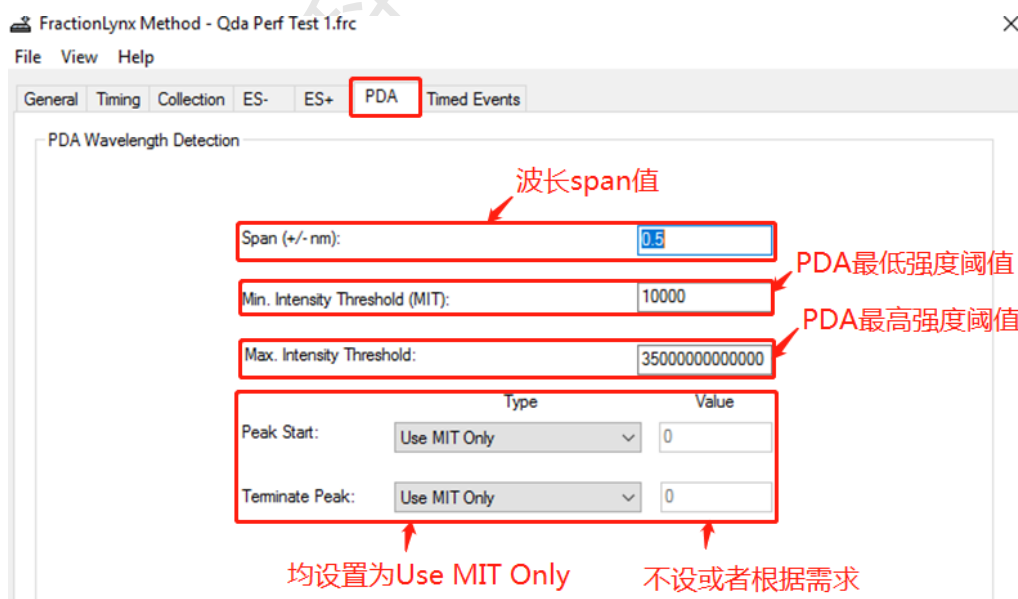

图6-43
Step7 设置PDA: 参见图6-43, MIT最低阈值设定方法, 选择PDA通道, 参加Step4图39-41。